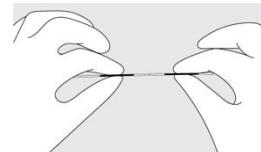

Figure 3 Tenir chaque indicateur de courbure par le centre
33. Placer les deux mains au centre de chaque bande de repère de courbure, puis plier pour briser le dispositif d'insertion. Une fois les segments du dispositif d'insertion séparés, tirer sur l'extrémité proximale du dispositif d'insertion sur une distance d'au moins 1 pouce pour activer le fil métallique permettant de libérer le coil du dispositif d'insertion. Voir les figures 3 à 6.